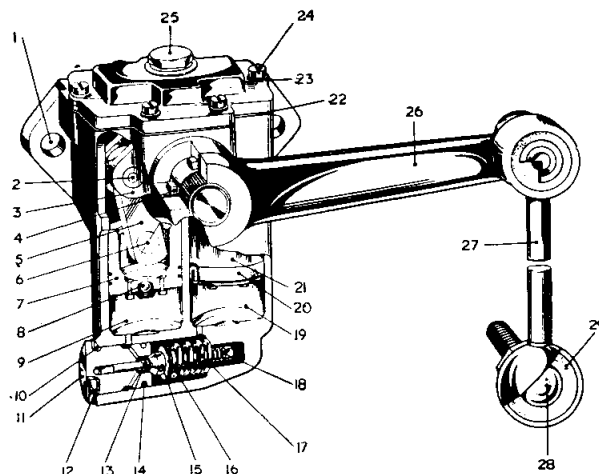

Fig. 5
I. DESCRIPTION (Fig. 5)
NOTATION FOR FIGURE 5